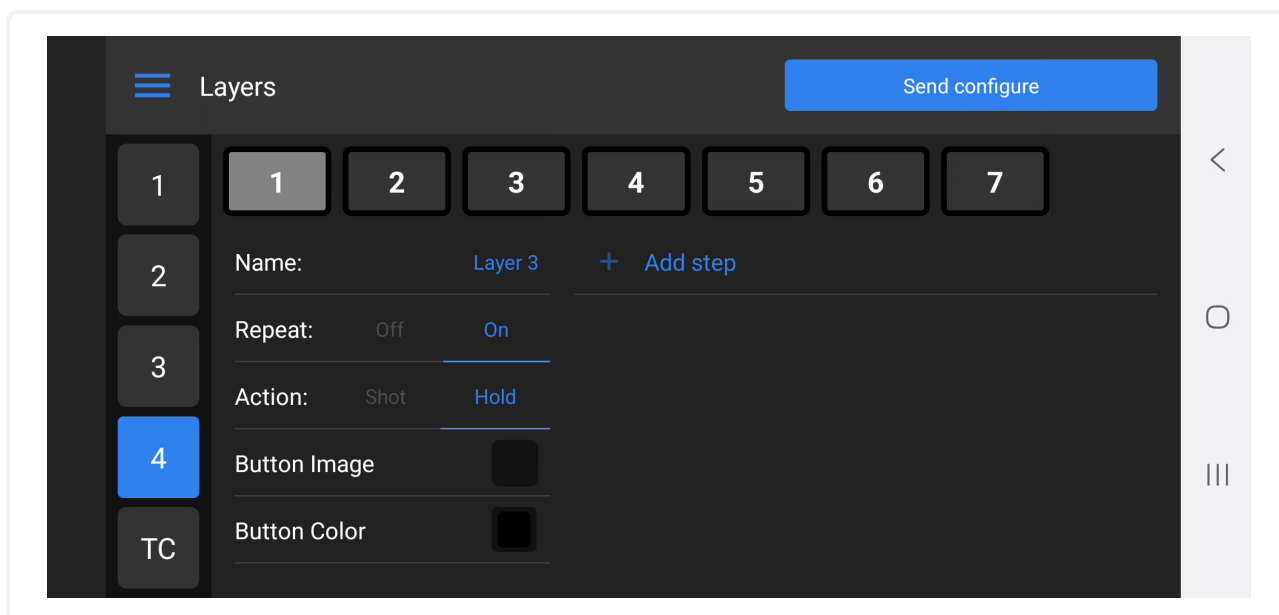

Рис. 82: Экран добавления нового шага на кнопке
2. Выберите в настройках сценария на рабочей кнопке команду **+Add Step** (см. рис. 82)
После завершения настроек выполните отправку настроек на Пульт, в верхней части экрана нажмите кнопку **Send configure** (см. рис. 82 на противоположной странице)